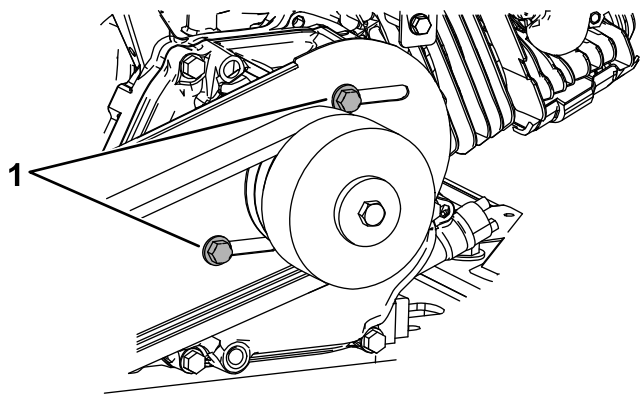
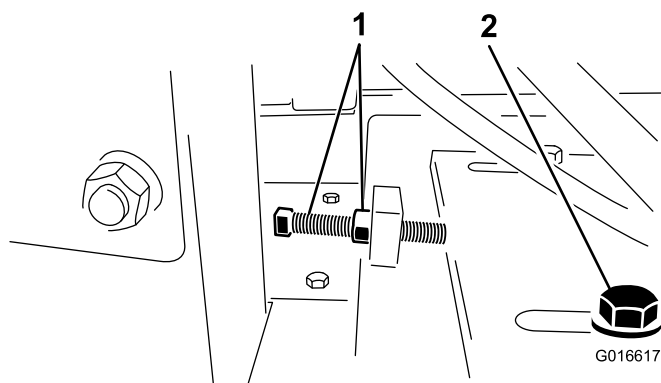

Figura 26
Figura 27
5. Afloje los 4 pernos de montaje de la chapa del motor y los 2 pernos que sujetan la parte trasera del protector de la correa al motor (Figura 26 y Figura 27).
6. Afloje el perno tensor de la correa y la contratuercas. Mueva el motor hacia la carcasa del volante para aflojar la correa (Figura 27).
6. Afloje el perno tensor de la correa y la contratuercas, y mueva el motor hacia la carcasa del volante para aflojar la correa (Figura 27).